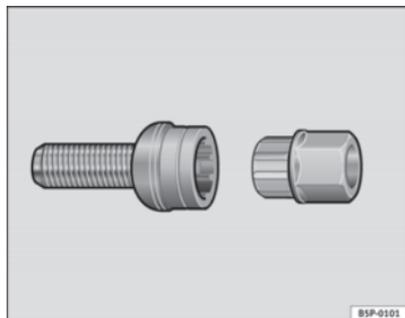

Fig. 161 Viti antifurto
- Innestare l'adattatore nella vite antifurto, spingendolo fino in fondo ⇒ fig. 161.